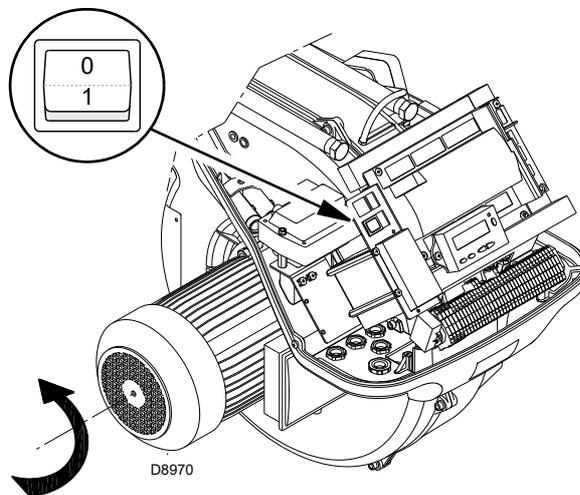

Fig. 33
Fermer les thermostats/pressostats et mettre l'interrupteur de la Fig. 33 en position "1".
Dès que le moteur démarre se positionner devant le ventilateur de refroidissement du moteur ventilateur et contrôler s'il tourne dans le sens contraire à celui des aiguilles d'une montre. Voir la Fig. 33.
- mettre l'interrupteur de la Fig. 33 sur «0» et attendre que la boîte de contrôle réalise la phase d'extinction;
Le brûleur est en état d'attente de demande de chaleur ou le sélecteur «0-1» (Fig. 33 à la page 33) est sur la position «0».